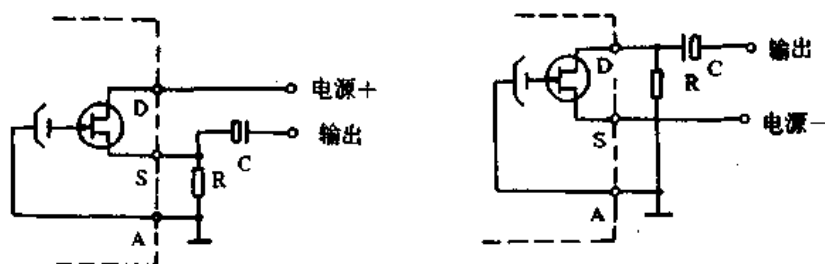

图 13-32
②用三端引线传声器代换二端引线传声器时,可将传声器 $S$ 极或 $D$ 极接外壳,然后再将输出信号接至前置放大器,如图13-32所示。
在代换驻极体电容传声器时,如果出现无声、声小、失真以及立体声录音中两声道不对称等情况,可调整图13-32中的 $R$ ,即可排除故障。